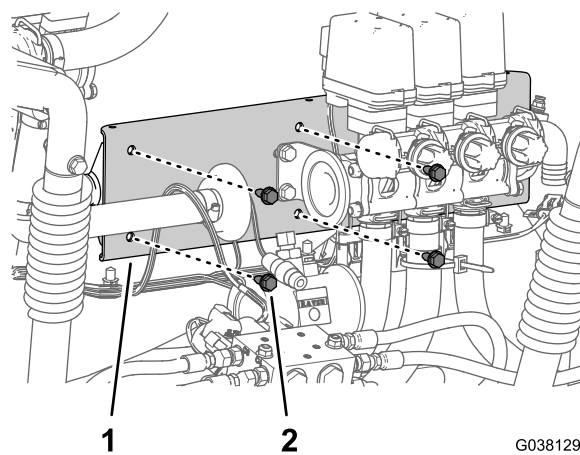

Рисунок 18
1. Выверните 4 болта с фланцевыми головками (5/16 x 3/4 дюйма), которые крепят кронштейн клапана секции к креплению клапана секции (Рисунок 18).